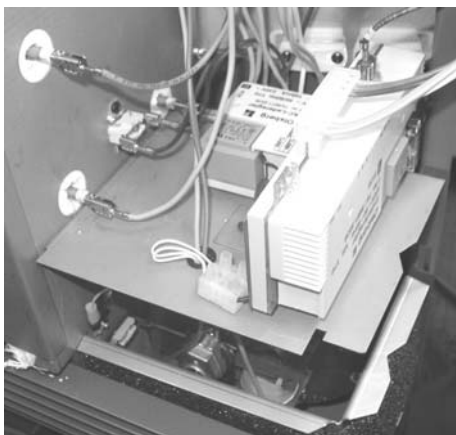

fig.4 Fixez le thermostat de décharge
- Fixez le thermostat de décharge au compartiment de raccordement à l'intérieur de l'accumulateur à l'aide des vis 3,5x9,5 fournies (fig.4).